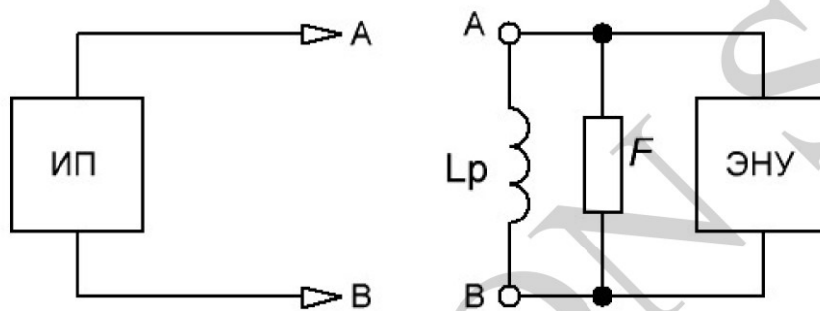

Рис. 4 - схема проверки модуля и активной составляющей полного сопротивления
7.1. Произведите проверку характеристик модуля (Z) и активной составляющей (R) полного сопротивления элемента настройки с реактором в схеме заградителя. Схема проверки дана на Рис. 4, где L_r – реактор ВЧ заградителя либо его эквивалент, F – защитный прибор (РВО, РВН, ОПН), ИП – измерительный прибор («AnCom А307», «Ретом-ВЧ», и т.п.). Проверку производить согласно руководству по эксплуатации измерительного комплекса.